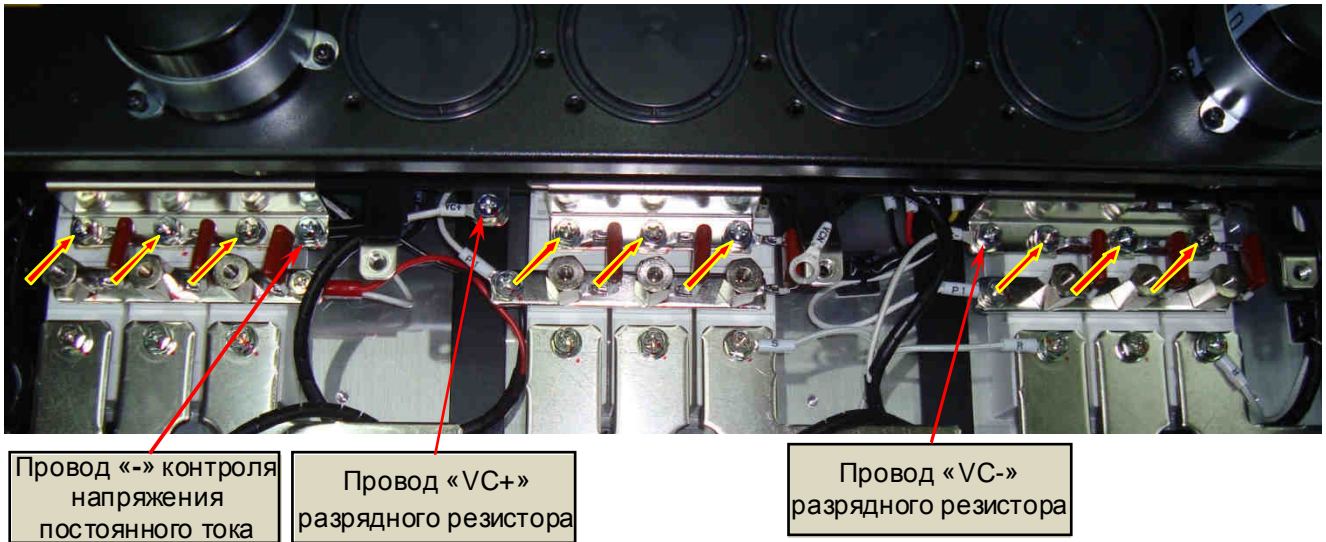

Рис. 7.22.
- Вкрутить неплотно винты (9 шт.) крепления шины «-» блока конденсаторов в контакты «3» диодно-тиристорных модулей, одновременно присоединив выходы балластных конденсаторов. Присоединить с помощью винтов (3 шт.) провода «VC-», «VC+» разрядного резистора и провод «-» контроля напряжения постоянного тока (рис. 7.22.).